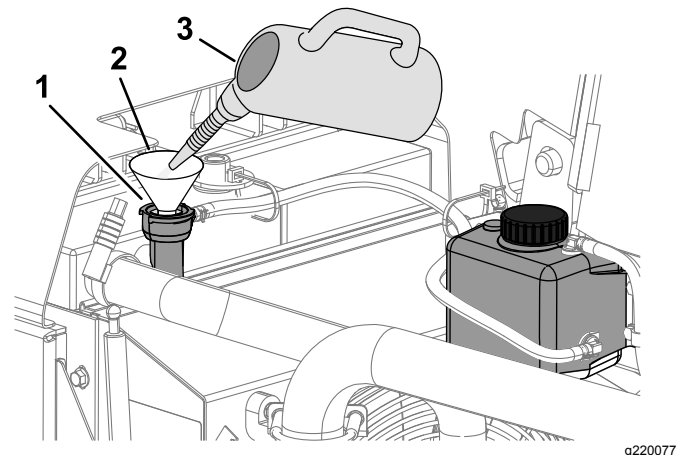

Figure 109
3. Remplissez le radiateur de liquide de refroidissement jusqu'à ce que le niveau atteigne le bas du goulot de remplissage (Figure 109).